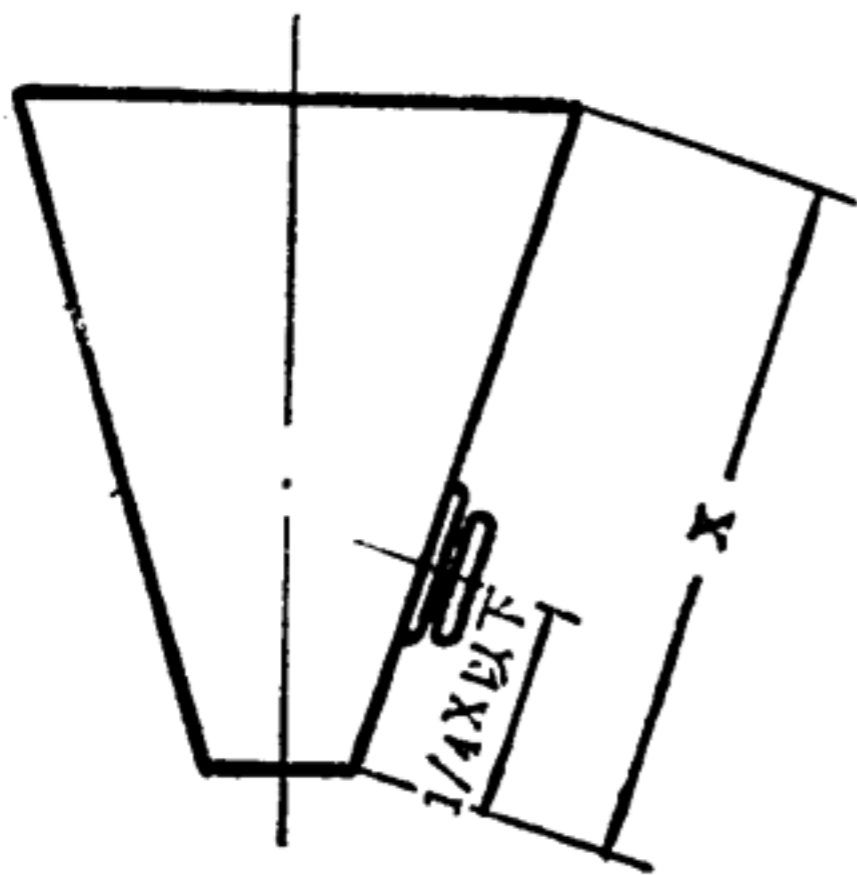

图4
(1) 圆锥形料仓（见图4）：振动器应安装在料仓下部沿仓高 $\frac{1}{4}$ 或小于 $\frac{1}{4}$ 的位置上。对于难以处理的物料应在对侧面的不同高度上再安装一台。